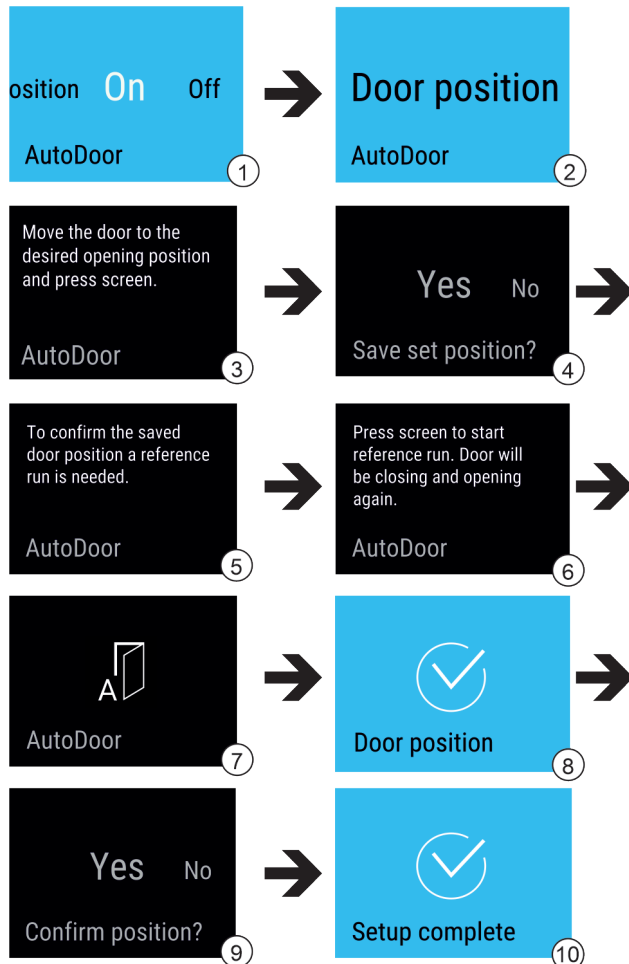

Fig. 14
- ▶ Вибрати функцію AutoDoor. Fig. 14 (1)
- ▶ Індикацію на дисплеї перемістити до появи Door position. Fig. 14 (2)
- ▶ Конфігурувати кут розкриття дверей: Відкрити двері мінімум на 70°. Fig. 14 (3)
- ▶ Підтвердити кут розкриття дверей: Торкнутись повідомлення на дисплеї. Fig. 14 (4)
- ▶ Запустити встановлення у початкове положення: Торкнутись дисплею. Fig. 14 (6)
- ▷ Дисплей блимає. Fig. 14 (7)
- ▷ Встановлення у початкове положення успішне: Дисплей стає блакитним на 2 секунди. Fig. 14 (8)
- ▶ Підтвердити кут розкриття дверей. Fig. 14 (9)
- ▷ Дисплей стає блакитним. Fig. 14 (10)